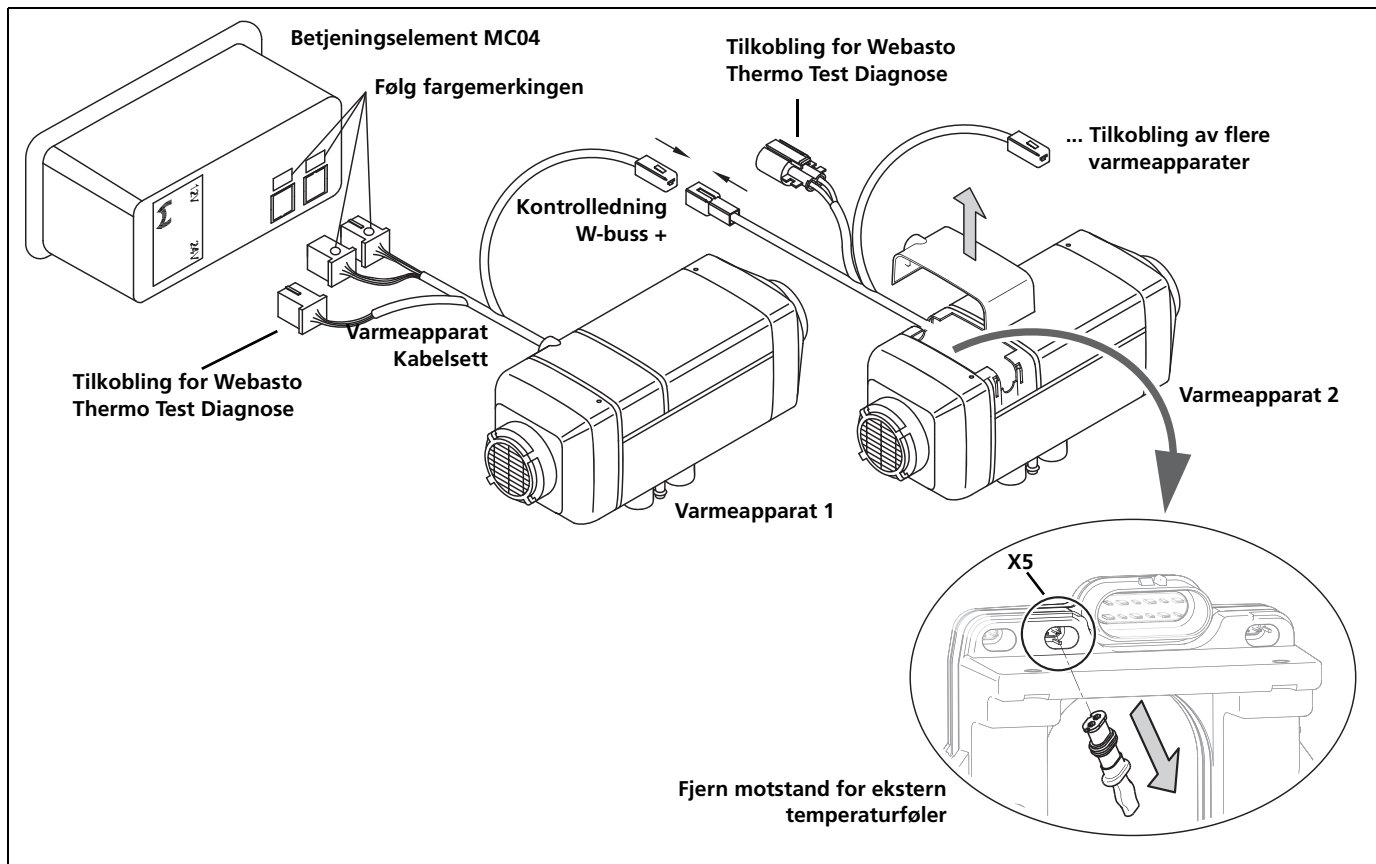

Fig. 33 Tilkoblingskjema Air Top Evo 3900 / 5500 som system (tilkobling av kombiur 1531 og temperaturvelger er også mulig)
2. For alle slavevarmeapparater må motstanden R1 (Fig. 33) fjernes